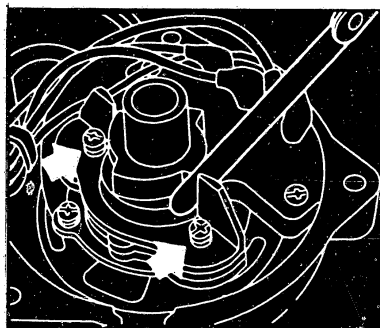

Bild 37 Der Luftspalt von 0,3...0,5mm zwischen Rotor und Stator lässt sich mit der Blattlehre kontrollieren und durch Verschieben der Ständerplatte korrigieren.
b) Das **Überprüfen** der Zündanlage erfolgt in gewohnter Weise. Der Luftspalt von 0,3...0,5mm zwischen Rotor und Stator auf der Zündverteilerplatte lässt sich einstellen (Bild 37).